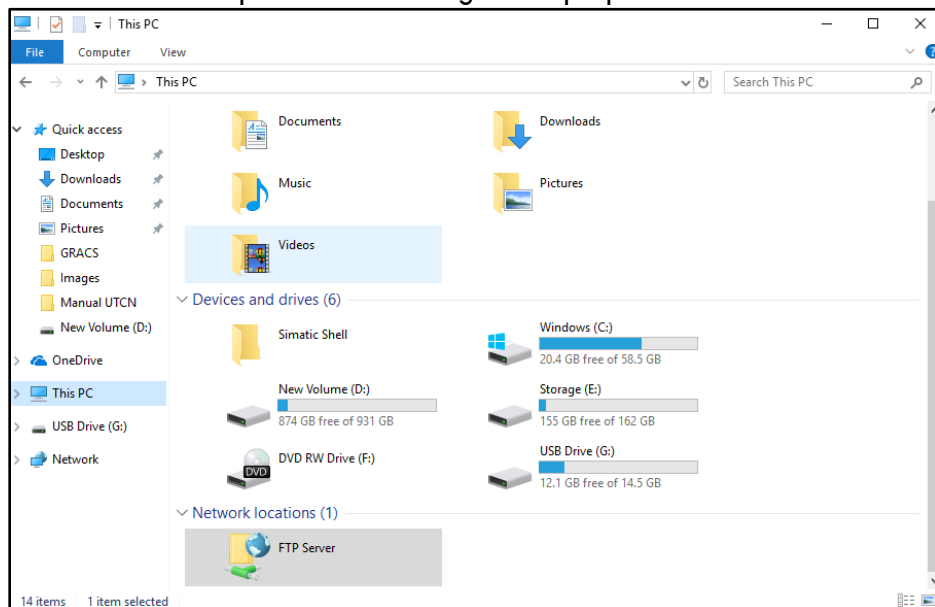

Fig.30. Locație FTP server
- Export interval to FTP server, locația acestuia fiind vizibilă în Fig.30. , reprezintă intervalul de timp în care sistemul exportă datele înregistrate pe punctele de monitorizare.